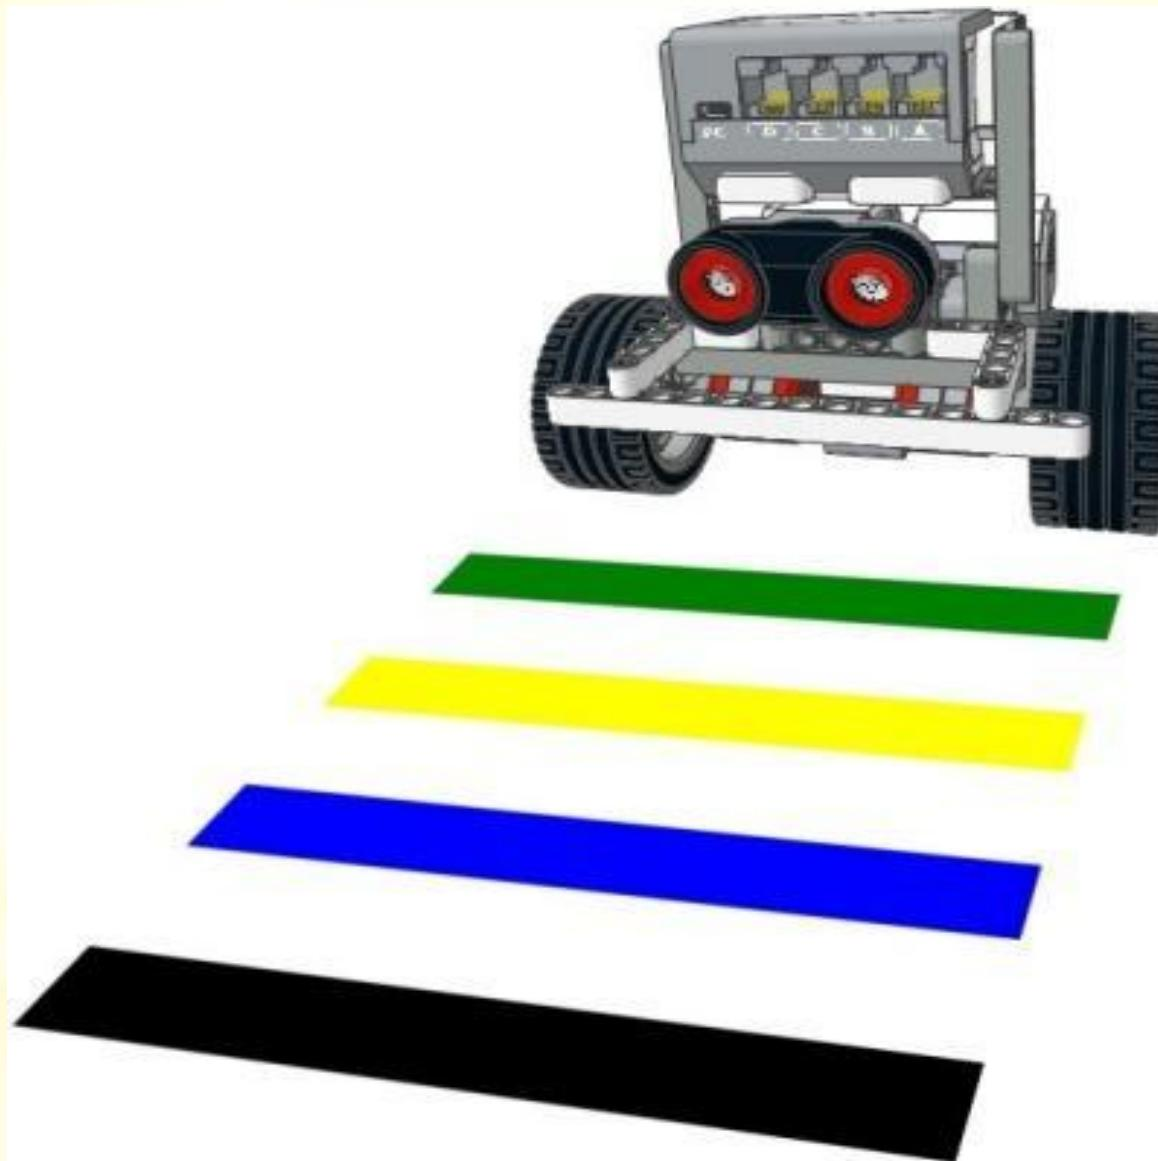

Рис. 6
- * Последнюю полосу сделаем черного цвета (Рис. 6).